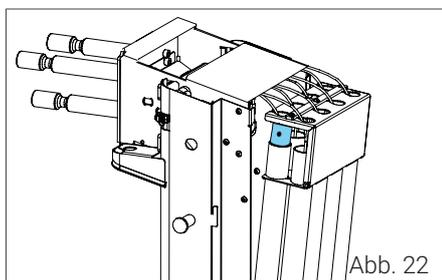

Abb. 22
- 6 Orientieren Sie sich jetzt, welches Werkzeug (9) Sie wechseln wollen und ziehen Sie das Stahlseil mit dem Gewicht vollständig aus dem Führungsrohr heraus. Mit einem 3 mm Innensechskantschlüssel können Sie die Madenschrauben vom Gewicht lösen und so das Stahlseil aus dem Gewicht herausziehen (Abb. 22). Legen Sie das Gewicht zur Seite.